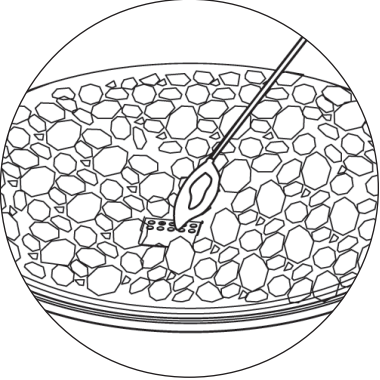

Figura 4
4. Despeje un área pequeña de rocas de vidrio o rocas de lava alejándolas de la cubierta del quemador. Vea la Figura 4.